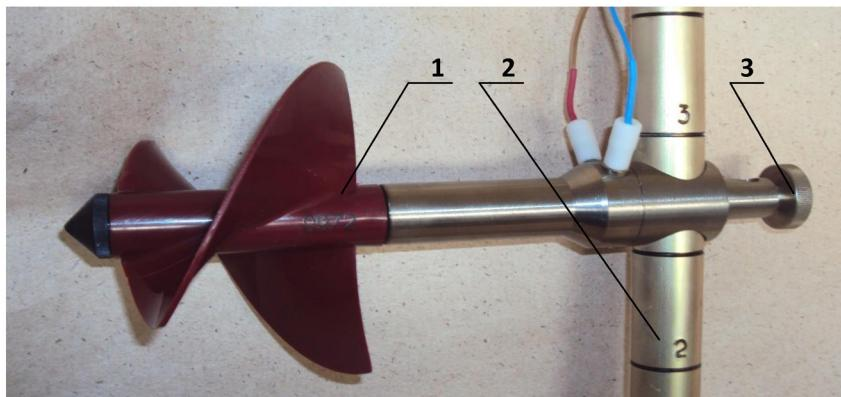

Рис. 9.1
9.2.1.1. Установить при работе со штангой вертушку 1 (рисунок 9.1) на штангу 2 и жестко закрепить на ней зажимным винтом 3 из комплекта ЗИП на определенном расстоянии от нижнего опорного конца.